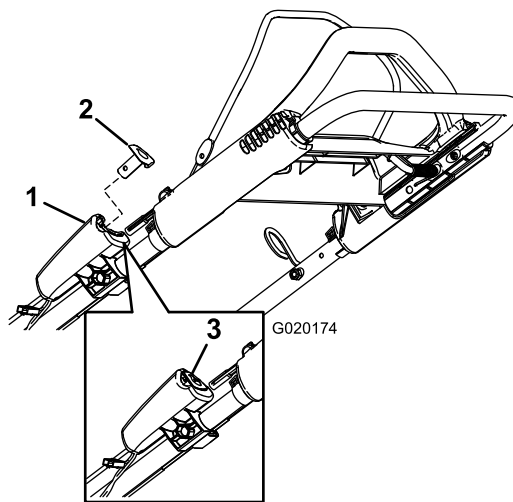
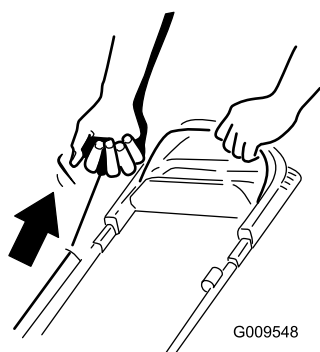

Figure 13
Figure 14
2. Appuyez sur le bouton de démarrage électrique (Figure 13) (modèle à démarrage électrique uniquement) ou tirez la poignée du lanceur (Figure 14).
Remarque: Si le bouton de démarrage électrique a été retiré, insérez-le dans le démarreur électrique; voir Figure 13 (modèle à démarrage électrique uniquement).
(Figure 14). Laissez le lanceur se rétracter lentement jusqu'à la poignée.